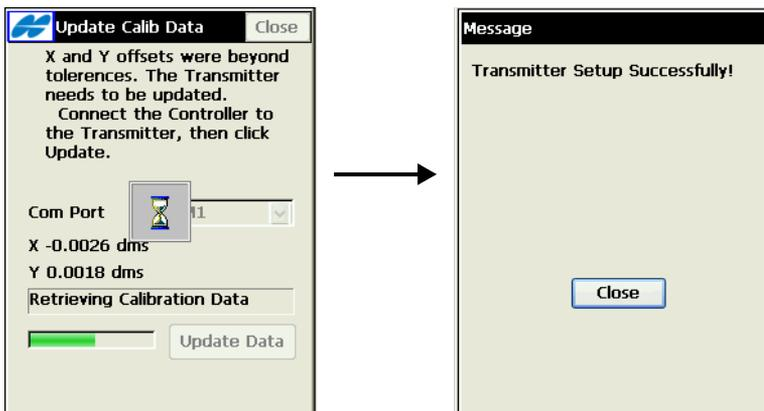

Abbildung A-21. Übertragen der Kalibrierdaten
13. Tippen Sie abschließend im Fenster *Meldung* auf **Schließen** (Abbildung A-21).